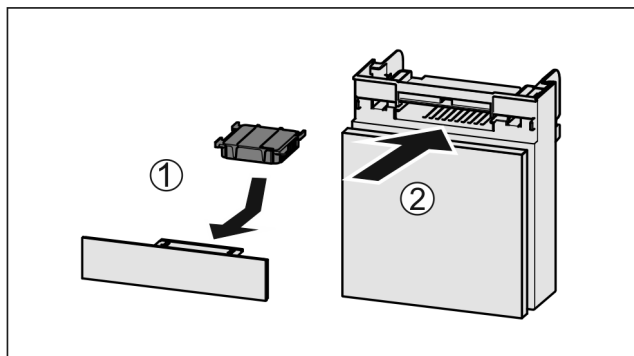

Fig. 110
- ▶ Helyezze be Fig. 110 (1) az aktívszén-szűrőt az ábrán látható módon.
- ▶ Tolja be Fig. 110 (2) a rekeszt.